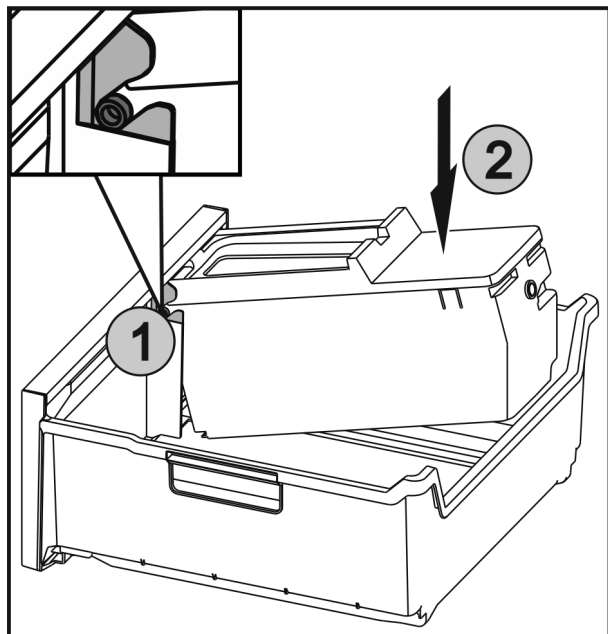

Fig. 53
- ▶ Osie Fig. 53 (1) na EasyTwist-Ice wsunąć w prowadnicę, a tylną stronę wcisnąć, Fig. 53 (2) aż nakładka się zazębi.